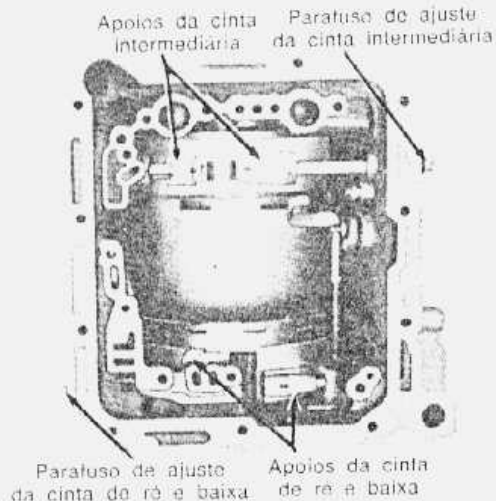

fig. 39 — parafusos de ajuste das cintas e apoios (típico)
7. Soltar o parafuso de ajuste da cinta intermediária (fig. 39) e remover os apoios da cinta intermediária. Soltar o parafuso de ajuste da cinta de marcha-à-ré e baixa e remover os apoios da cinta. Antes da remoção dos sub-conjuntos da transmissão, verificar a folga longitudinal do conjunto, conforme descrito a seguir: